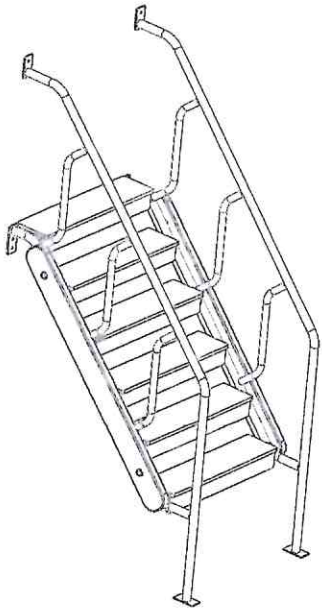

Рисунок 12
5. Собрать лестницу, закрепив ступеньки и подступенки к металлическим рамам, как показано на рис. 12, 13. При монтаже использовать мебельные болты М6х25 мм + шайба + колп. гайка. Подступенок устанавливать под ступень лестницы без зазоров, свес ступеньки над подступенком должен составлять 15 мм.